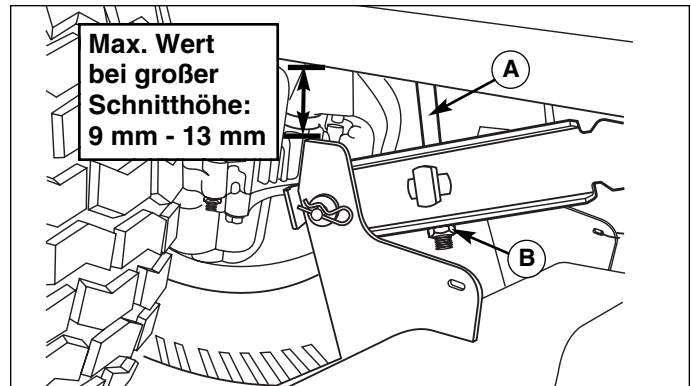

Abbildung 39. Mähwerk von Seite zu Seite nivellieren
5. Die Sicherungsmutter (B, Abbildung 39) verdrehen, um diese Seite des Mähwerks abzusenken bzw. anzuheben.
HINWEIS: Das Mähwerk kann für die große Schnitthöhe maximal 9 mm bis 13 mm zwischen Rahmen und oberem Mähwerkanschlag eingestellt werden. Siehe Abbildung 39.